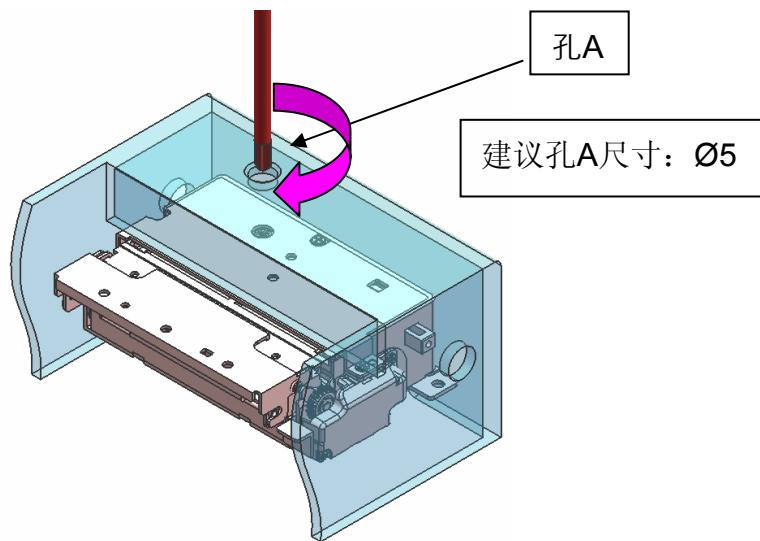

图12-8 使用手动螺丝刀的举例及建议孔大小
- 运行刀卡住时，请按照图12-8中箭头方向转动手动螺丝刀，直至无法继续旋转为止，以解决问题。此时若问题被解决，则将无法继续旋转。(旋转次数：1~2次)
- 使用手动螺丝刀解除运行刀卡住的方法(参考图12-8)